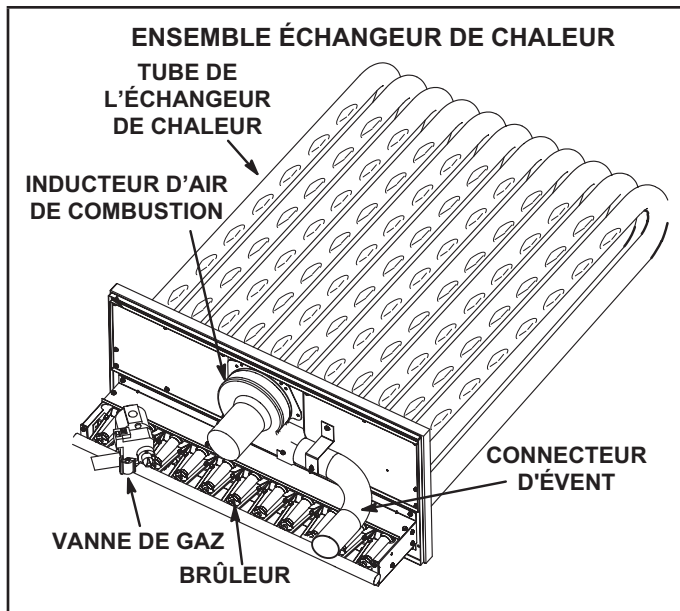

FIGURE 42
- 3 - Retirez et conservez les vis fixant l'inducteur d'air de combustion sur la boîte à fumée. Retirez le connecteur d'évent. Reportez-vous à la FIGURE 42.